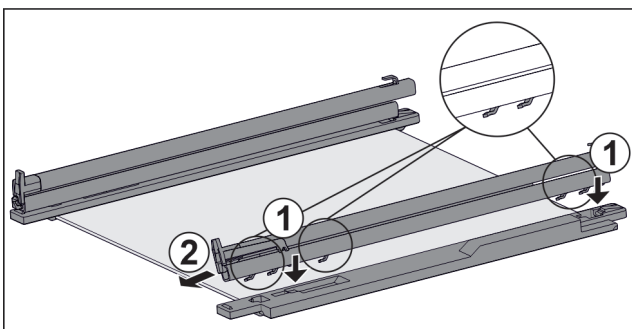

Fig. 121 Placa de vidrio con guías y piezas de sujeción
- ▶ Coloque los ganchos de la guía en las aberturas de la pieza de sujeción **izquierda**. Fig. 121 (1)
- ▶ Tire de la guía hacia delante. Fig. 121 (2)
- ▶ Coloque los ganchos de la guía en las aberturas de la pieza de sujeción **derecha**. Fig. 121 (1)